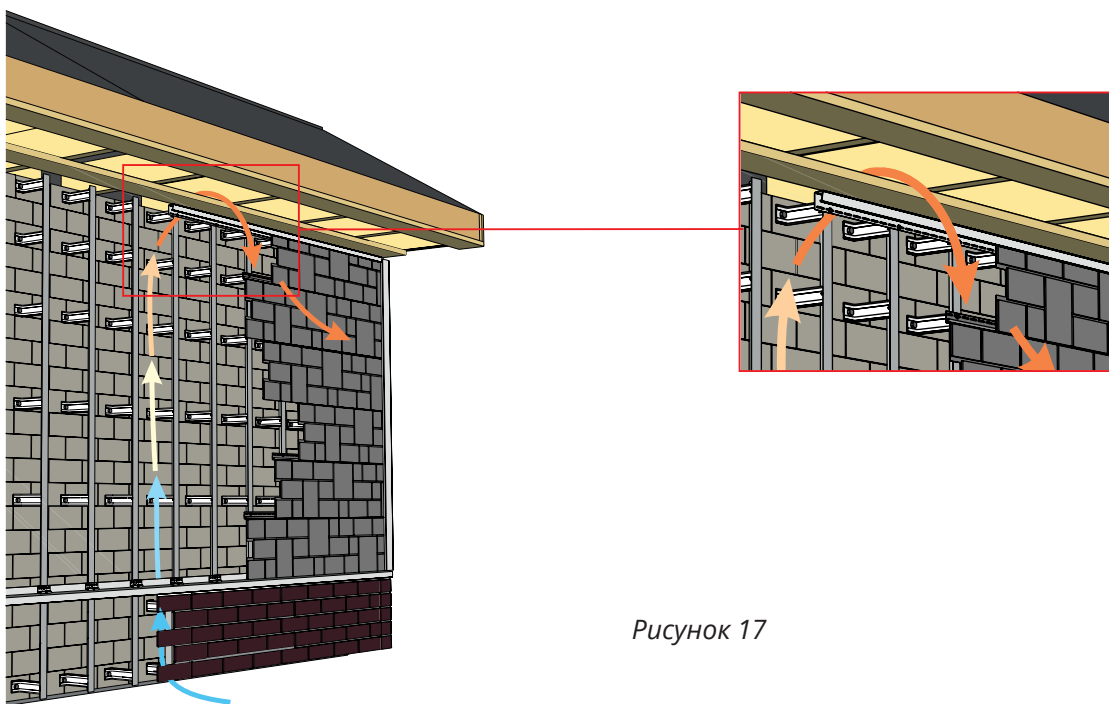

Рисунок 17
- 9.5** Софитная группа не должна перекрывать вентиляционный канал, мешать движению воздуха под фасадным материалом (рис. 17).